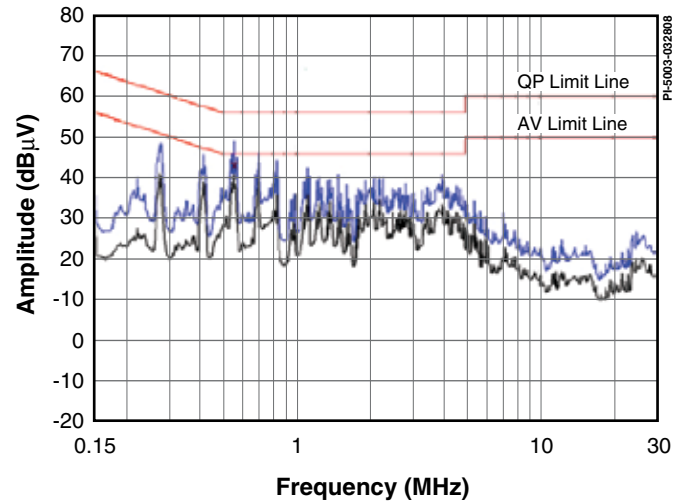

图3. EN55022B标准的传导EMI结果。表示最差条件下的测量结果，测量电压为230 VAC，输出RTN连接到接地端
- 满足CISPR-22/EN55022 B传导EMI限值，EMI裕量为>10 dBmV（见图3）
AC输入由二极管D2（半波整流）进行滤波，由C1和C6进行平滑。电感L1与C1和C6一起构成一个π形滤波器，提供差模滤波。通过U1内集成的频率调制功能，我们可以使此类简单的EMI滤波符合EN55022B标准（见图3）。